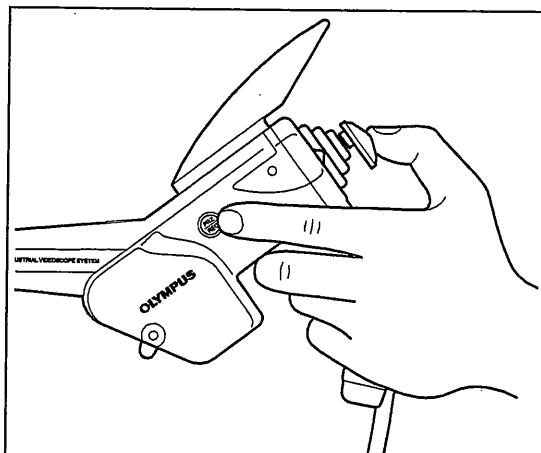

図 4.1
- 一般的に、操作部のジョイスティックは、操作部グリップを握った手の親指で操作します（図 4.1 参照）。
- その他のボタン類も、操作部グリップを握った手の指で操作します（図 4.1 参照）。